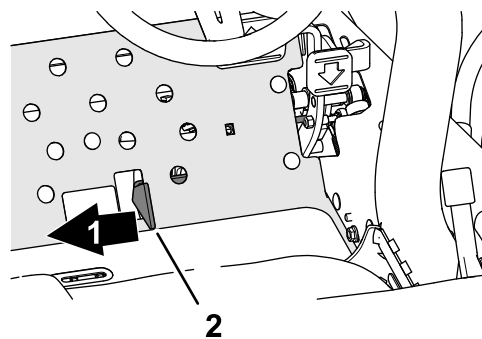

Figura 39
2. Mueva el mando segarr/transportar a la derecha, a la posición SEGARR (Figura 39).
4. Mueva el mando segarr/transportar a la derecha, a la posición SEGARR (Figura 39).